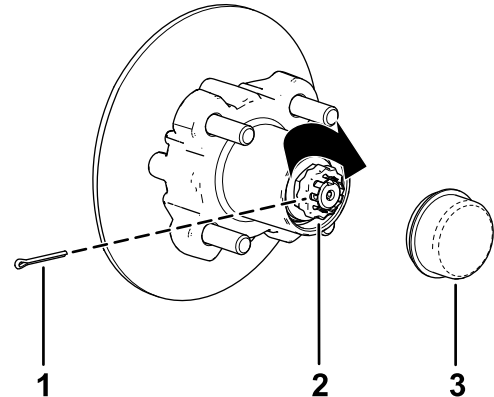

Figure 39
8. Placez l'arrêt d'écrou sur l'écrou et vérifiez que la fente dans l'arrêt et le trou dans la fusée sont alignés afin de pouvoir insérer la goupille fendue (Figure 39).
9. Insérez la goupille fendue et repliez chacune de ses pattes autour de l'arrêt d'écrou (Figure 39).
10. Reposez le couvere-moyeu sur le moyeu (Figure 39).